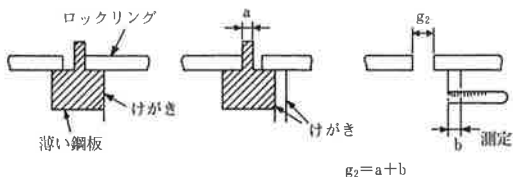

図37 測定例
- (2) 受口と挿し口のすき間は狭いので、図37の方法で測定すると便利である。